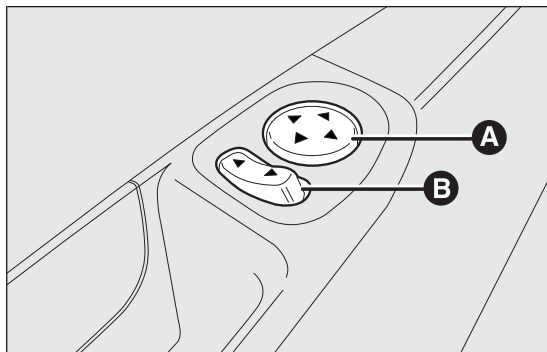

fig. 25
- sélectionner le rétroviseur concerné au moyen du sélecteur B fig. 25;
- régler le rétroviseur en le déplaçant dans les quatre directions au moyen de la manette A fig. 25.